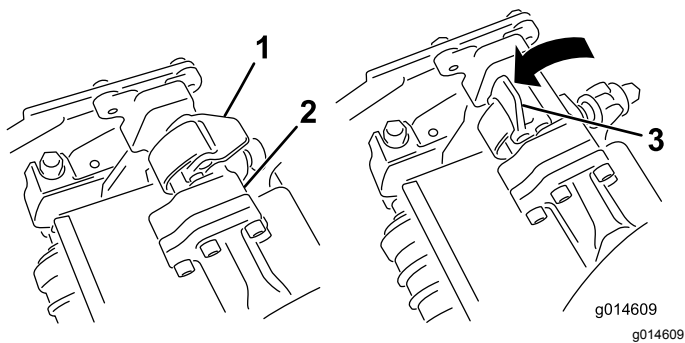
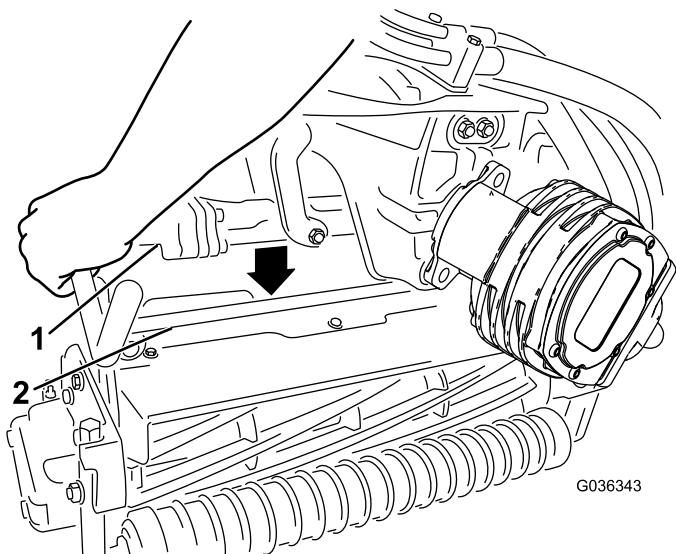

Рисунок 45
Рисунок 46
4. Когда защелки на штанге рычага подвески направлены вверх (т.е. открыты) (**Рисунок 45**), нажмите на рычаг подвески так, чтобы штанга села на поперечный стержень наверху режущего блока (**Рисунок 46**).
5. Опустите защелки и поверните вокруг стержня режущего блока и заблокируйте их (Рисунок 45).
- Откройте защелки на штанге рычага подвески режущего блока, который необходимо снять (Рисунок 45).